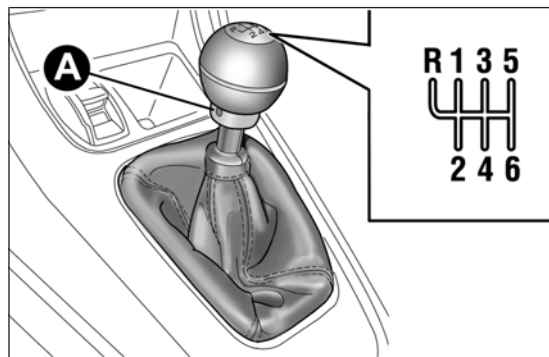

fig. 119
Per inserire le marce, premi a fondo il pedale della frizione e metti la leva del cambio nella posizione desiderata (lo schema per l'inserimento delle marce è riportato sull'impugnatura della leva fig. 119).
Per inserire la retromarcia (R) dalla posizione di folle solleva l'anello A fig. 119 e contemporaneamente sposta la leva verso sinistra e poi avanti.